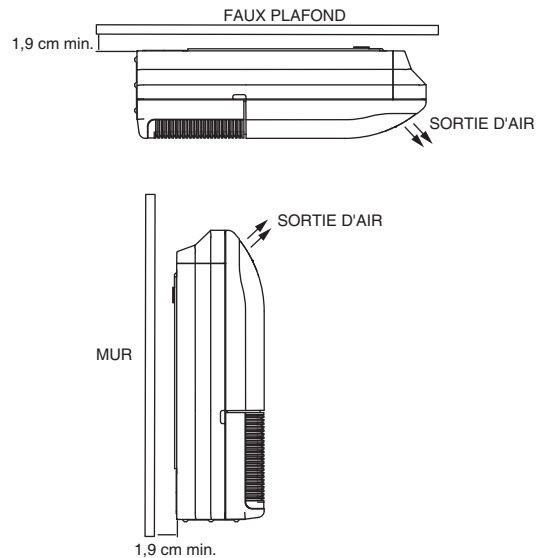

Figure 4 — Dégagement du plafond ou du mur
- Il doit y avoir assez d'espace entre le faux plafond et le haut de l'appareil dans le cas d'une installation au plafond ou entre le mur et l'arrière de l'appareil dans le cas d'une installation au sol (voir fig. 4).